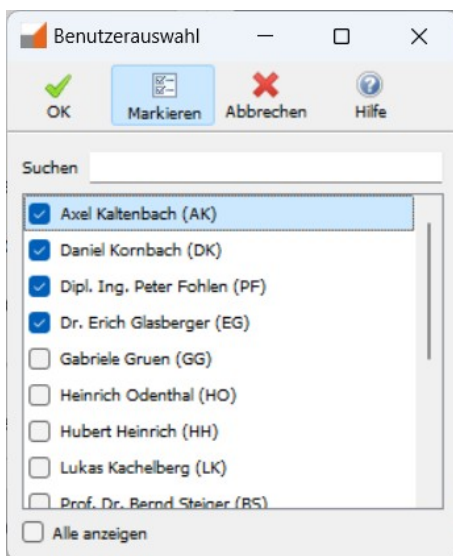

Abbildung 3.7.3: Benutzerauswahl (Beispiel)
5. Aktiviere in dem anschließenden Dialog die Kontrollkästchen aller Benutzer, auf welche die identischen Rechte des ausgewählten Benutzers zu übertragen sind (siehe Abbildung 3.7.3).